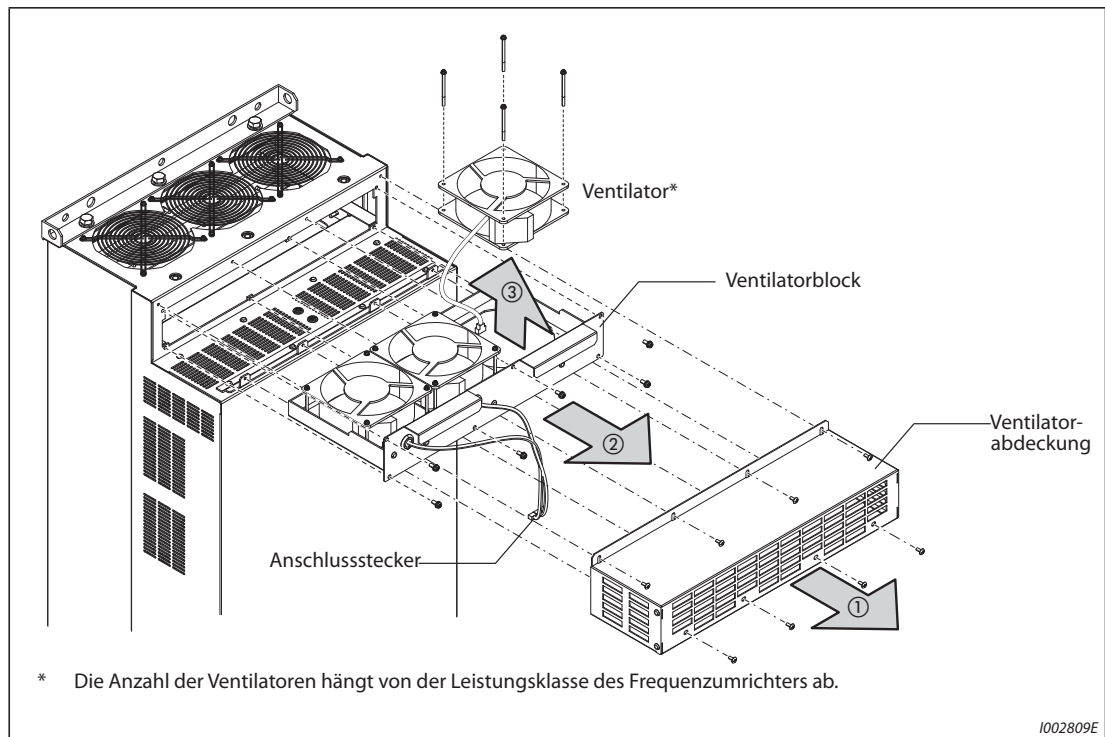

Abb. 7-7: Ausbau des Kühlventilators/der Kühlventilatoren (FR-A840-04320(160K) oder größer)
- ② Bauen Sie den Ventilatorblock wieder ein (siehe Abb. 7-7).